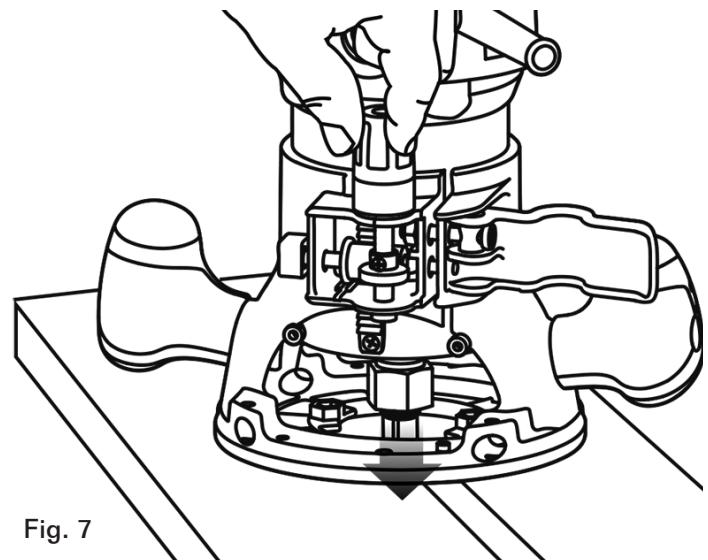

Fig. 7
AJUSTE DE LA PROFUNDIDAD (FIG.7)
4. Coloque la rebajadora sobre dos piezas de madera niveladas, colocadas de manera que la broca del cortador pueda bajarse por debajo de la subbase (FIG. 7).